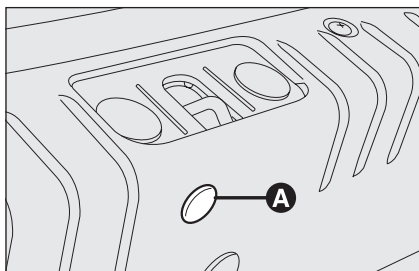
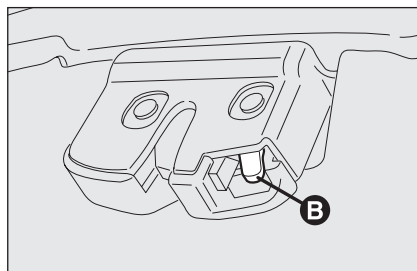

fig. 72
fig. 73
- ☐ en agissant à l'intérieur du coffre à bagages, enlever le couvercle **A-fig. 72** et agir ensuite sur le levier **B-fig. 73**.